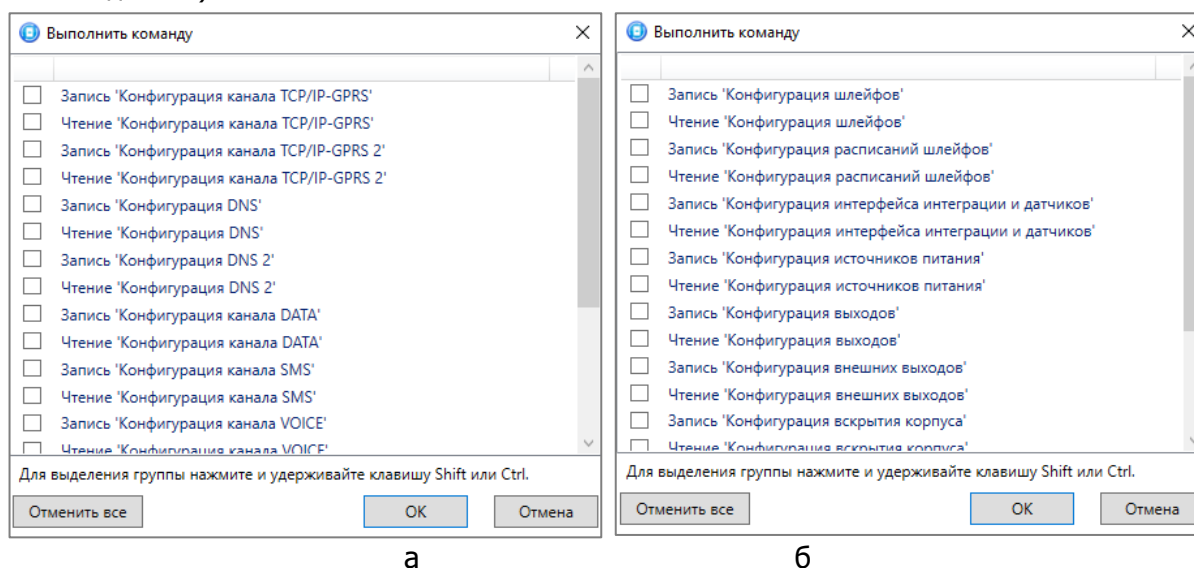

Рисунок 4.49 — Окно *Выполнить команду* (а — конфигурация ПОО, б — конфигурация ППК)
- *Выполнить команду:* открытие окна *Выполнить команду* (см. рисунок 4.49), с помощью которого могут быть записаны или считаны отдельные группы параметров (актуально при медленной скорости передачи данных или тарификации по объему передачи данных).